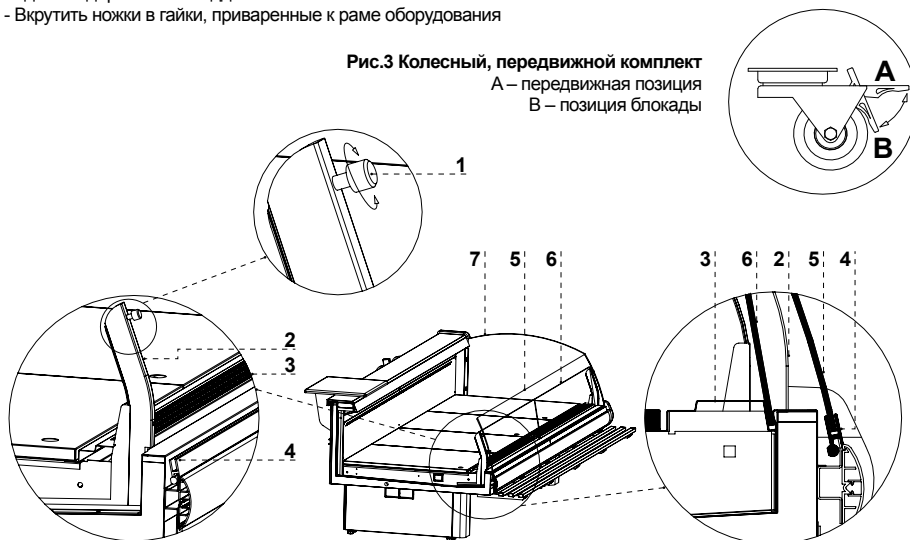

Рис.4 Монтаж/демонтаж экрана переднего стекла
1. Установить передний стеклянный экран Рис.4/6 (стр.44)
4. Установить передние стекла витрины Рис.4/5 (стр.44)
3. Установить передние стекла витрины Рис.4/5 (стр.44)